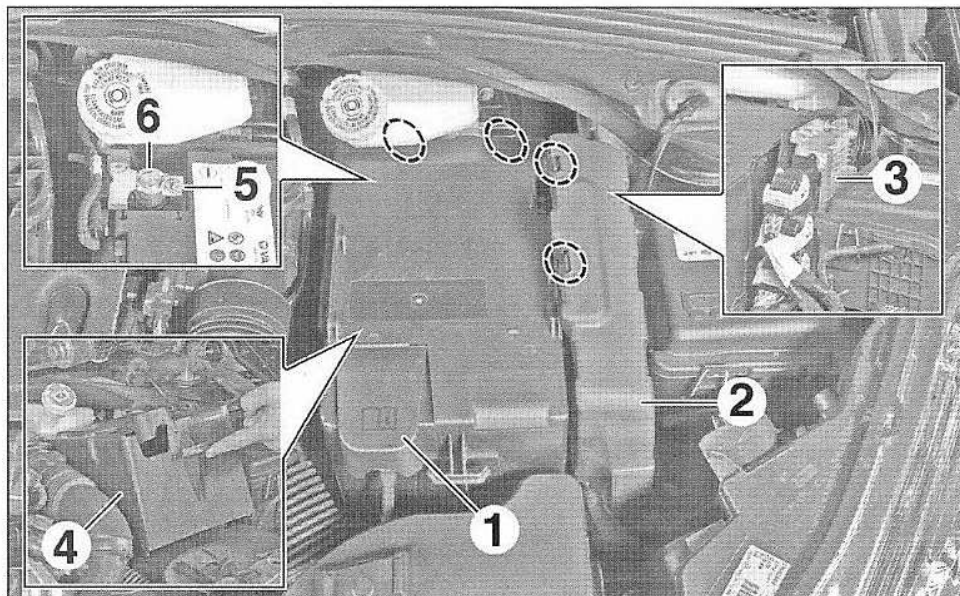
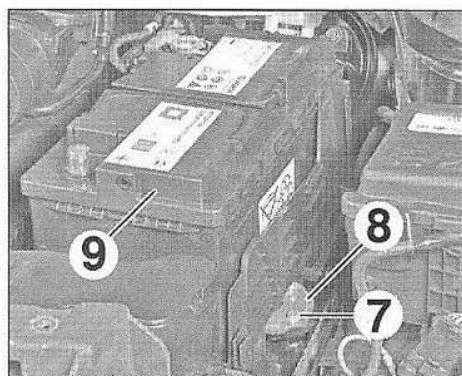

FIG.4
FIG.5
- Soulever la trappe (1) et débrancher le raccord rapide de la borne positive (Fig.4).
- Déposer le cache (2).
- Sans débrancher les connecteurs, extraire le calculateur de gestion moteur (3) équipé de son support.
- Dégrafer vers le haut le couvercle (4).
- Desserrer l'écrou (5).
- Débrancher la borne négative (6).
- Déposer (Fig.5) :
- la vis (7),
- la bride (8),
- la batterie (9).